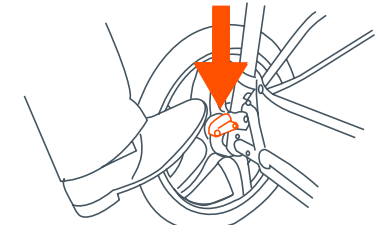

Fig. 11
11)• Pour serrer les freins, appliquez une pression vers le bas sur les leviers de frein situés sur l'essieu arrière. Il peut être nécessaire de bouger la poussette vers l'avant ou l'arrière afin de serrer le frein (Fig. 11). Vérifiez que la poussette ne bouge pas et que les freins sont correctement engagés. Pour desserrer, soulevez légèrement le levier de frein.